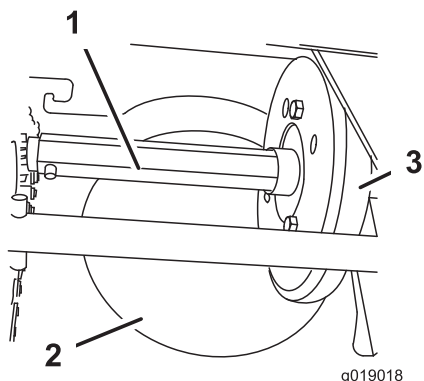

Figure 44
- A. Sortez la jauge et versez lentement de l'huile dans le goulot de remplissage pour faire monter le niveau jusqu'au repère maximum sur la jauge (Figure 44). **Ne remplissez pas excessivement.**
Graissez légèrement l'arbre hexagonal une fois par an avec de l'huile moteur de type automobile (Figure 44).
Important: Veillez à ne pas faire couler d'huile sur la roue en caoutchouc ou la poulie à friction en acier, car cela fera patiner la transmission (Figure 44).